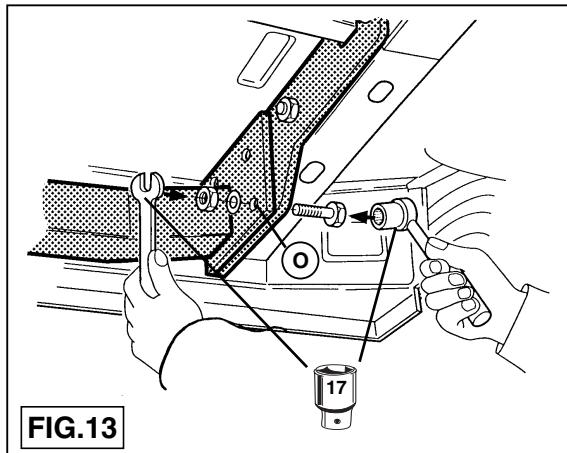

FIG.13
6. Fit back plate M1 in the right chassis member, as shown in fig. 16 and fig. 17. Fit one M10x40 bolt with flat washer at point A, as shown in fig. 12. Fit self-locking M10 nut with flat washer at point A, as shown in fig. 16 and fig. 17. Fit two M10x40 bolts with flat washer at point O, as shown in fig. 13. Fit back plate N in the left chassis member, as shown in fig. 14 and fig. 18. Fit the ball hitch and socket plate, as shown in fig. 19, and fasten in bolts to the values shown in the table. Retighten all nuts and bolts to the values shown in the table. Retighten the bumper, as shown in fig. 18, with ball hitch and socket plate, as shown in fig. 19, and fasten in washers and self-locking nuts. Tighten these bolts to the values shown in the table. Retighten these bolts to the values removed in step 1, as shown in fig. 20 and in fig. 21.
5. Gemäß Fig.10 bei den Punkten G die Distanzhülsen und M10x110-Schrauben anbringen. Die Platte mit Hilfe von zwei selbstsichernden M10-Muttern inklusive Unterlegscheiben an den besagten Punkten befestigen. Die Kupplungskugel mit Halterung gemäß Fig.11 anbringen. Gemäß Fig.12 bei Punkt A eine selbstsichernde M10-Mutter einschließlich Unterlegscheibe befestigen. Gemäß Fig.13 bei Punkt O eine M10x35-Schraube einschließlich Unterlegscheibe und selbstsichernder Mutter befestigen. Gemäß Fig.14 und 15 Gegenplatte N im linken Fahrgestell anbringen. Bei den Punkten I und K zwei M10x40-Schrauben einschließlich Unterlegscheiben befestigen.
5. Positionner conformément à la fig.10, les entretoises et les boulons M10x110 à l'emplacement des points G. Fixer la tôle sur les points pré-cités à l'aide de deux écrous autoverrouillants M10, rondelles de blocage incluses. Positionner l'attache-remorque conformément à la fig.11. Monter conformément à la fig.12, à l'emplacement du point A, un écrou autoverrouillant M10, rondelle de blocage incluse. Monter conformément à la fig.13, à l'emplacement du point O, un boulon M10x35, rondelle de blocage et écrou autoverrouillant inclus. Monter conformément aux fig.14 et tre-pièce N dans le châssis gauche. Monter à l'emplacement des points I et K deux boulons M10x40, rondelles de blocage incluses.
fig. 12. På punkt O fästes en skruv M10x35 inklusive planbricka och självslående mutter. Se fig. 13. Placera motbricka N i det vänstra chassit enligt fig. 14 och 15. Fäst två skruvar M10x40 inklusive planbrickor på punkterna I och K.
5. Colocar de acuerdo con la fig. 10, a la altura de los puntos G los tubos distanciadores y tornillos M10x110. Fijar la placa en los lugares arriba indicados por medio de dos tuercas de seguridad M10 inclusive arandelas planas. Colocar el gancho de remolque de acuerdo con la fig. 11. Fijar de acuerdo con la fig. 12 a la altura del punto A una tuerca de seguridad M10 inclusive arandela plana. Fijar de acuerdo con la fig. 13 a la altura del punto O un tornillo M10x35 inclusive arandela plana y tuerca de seguridad. Montar de acuerdo con las figuras 14 y 15 la contratuerca N en el chasis izquierdo. Fijar a la altura de los puntos I y K dos tornillos M10x40 inclusive arandelas planas.